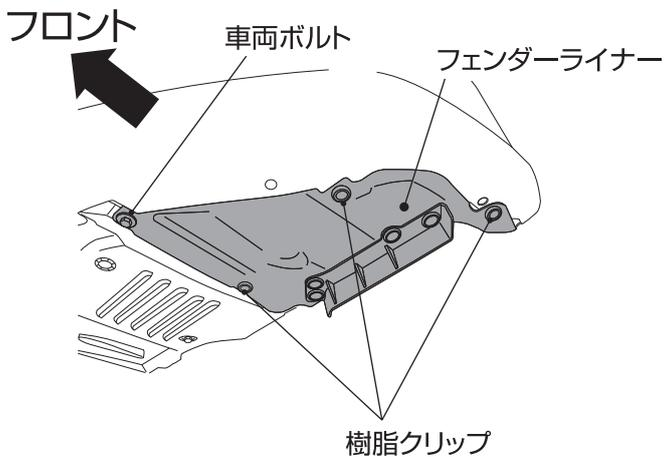

図2
2. ボルトとクリップを外しフェンダーライナーをめくってください。(図2)